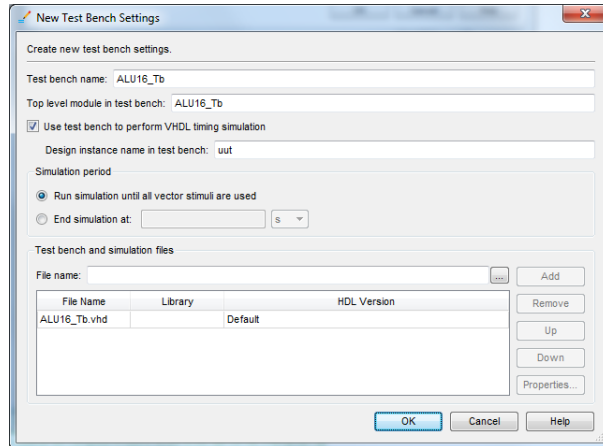

Figura 13 – Aspeto da janela “New Test Bench Settings” após configuração das opções.
- Na janela seguinte clique no botão “*New...*” e preencha todos os campos conforme ilustrado na Figura 13 (não se esquecendo de adicionar o ficheiro “*ALU16_Tb.vhd*” à lista de “*Test bench and simulation files*”).